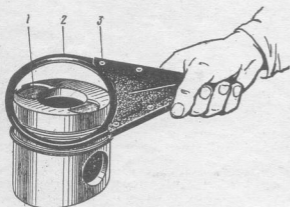

Рис. 18. Поршень с шатуном в сборе
73. Установить нагретый поршень в приспособление для сборки и собрать с шатуном, установив поршневой палец так, чтобы выточки под клапана А (Рис. 18) на поршню и пазы Б под усы вкладышей на шатуне были расположены в одну сторону. Запрессовка пальца не допускается.